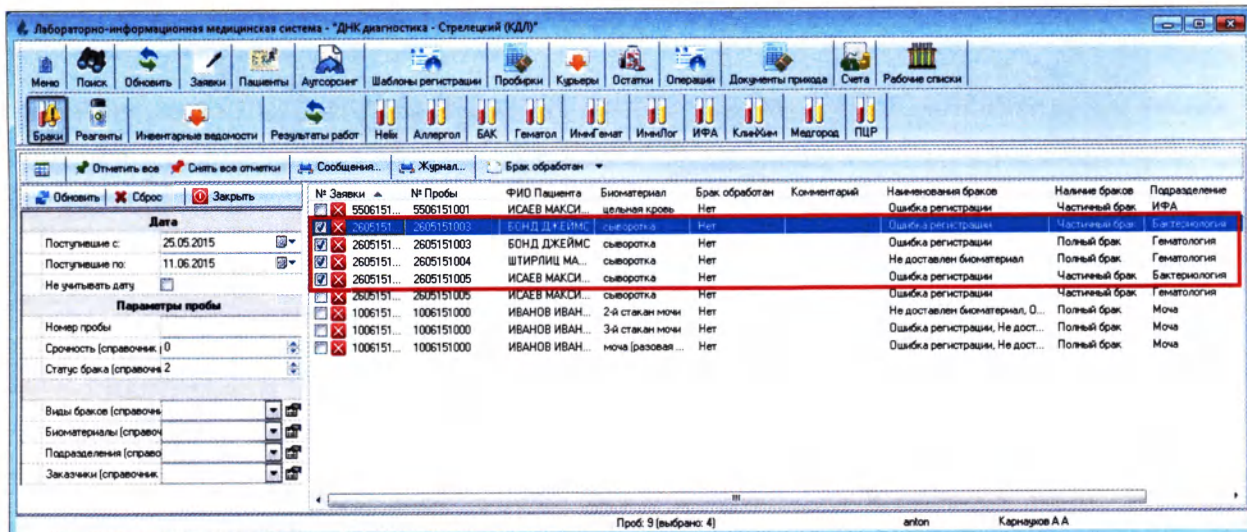

Рисунок 7.22
1.	Выберите пробы (Рисунок 7.22):
1. Выберите пробы (Рисунок 7.22):